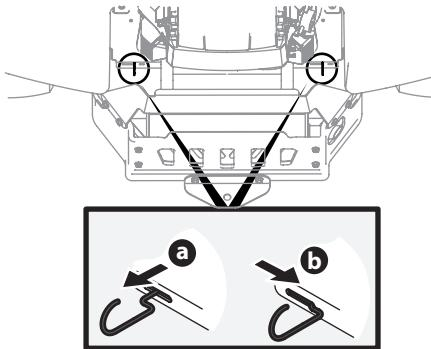

Figura 2-1
1. Enganche las varillas de derivación de la transmisión, una a cada lado del tractor, para mover el tractor manualmente sin ponerlo en marcha. Las varillas de derivación de la transmisión están ubicadas en la parte trasera del tractor, justo en el interior de las ruedas traseras. Enganche las varillas de derivación tirando de cada una hacia afuera (a) y hacia la derecha (b) para tratarlas en su lugar. Consulte Figura 2-1.
2. Despues de mover el tractor, desenganche las varillas de derivación invirtiendo los pasos a y b. Consulte Figura 2-1.